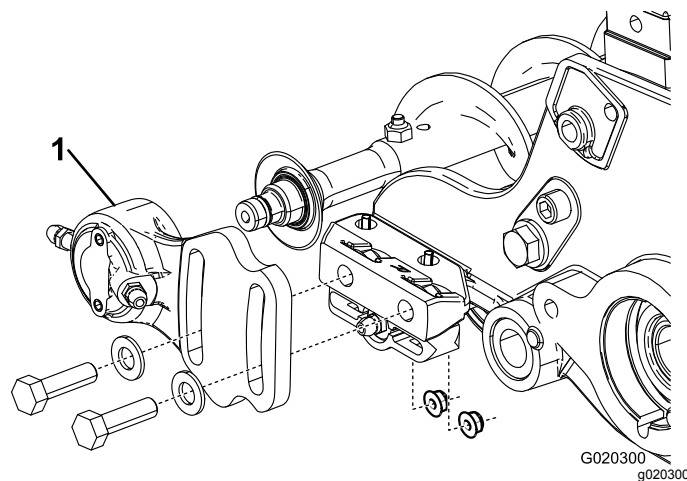
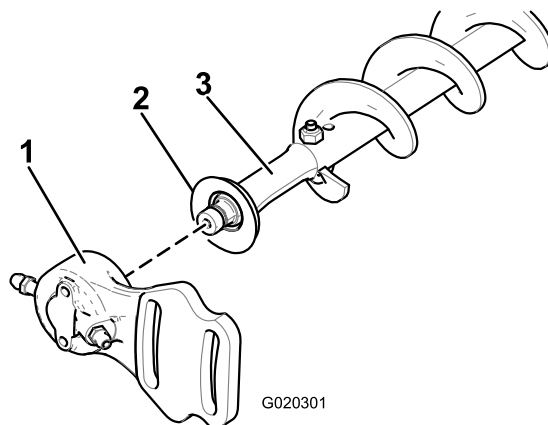

Figure 30
Figure 31
2. Faites glisser le logement de roulement libre et le joint d'étanchéité pour les déposer de l'arbre de la brosse (Figure 31).
1. Si une brosse à rouleau est montée sur l'unité de coupe, enlevez les 2 boulons, rondelles et écrous qui fixent le logement de roulement libre au support de fixation du logement de roulement (Figure 30) et (Figure 31).
9. Montez le joint d'étanchéité et le logement de roulement libre sur l'arbre de brosse (Figure 31).